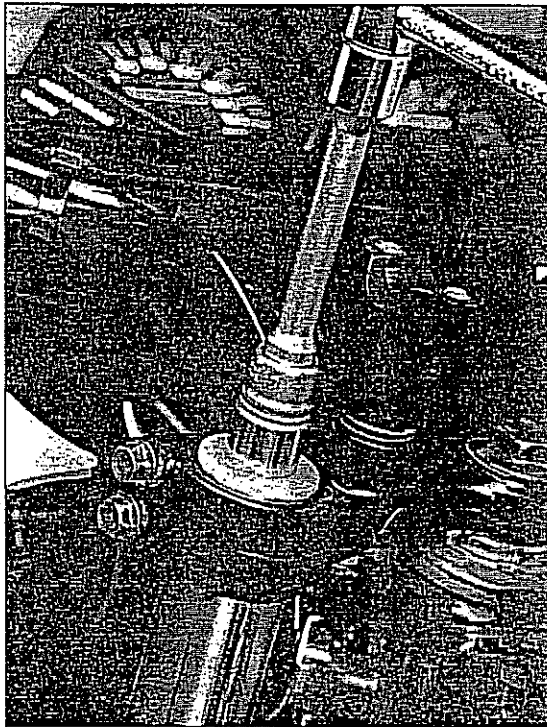

Bild 128
- Zwei Schrauben SW 12 je Gabelklemmfaust lösen, obere Gabelverschlusschraube SW 17 entfernen (auf O-Ring achten). Je nach Gabelausführung (siehe Technische Daten) Vorspann-Zwischenstück oder kleine Vorspannfeder und Sitzscheibe von Hand entnehmen. Gabel nach unten herausziehen, eventuell unter Hin- und Herdrehen, siehe Bild 128.